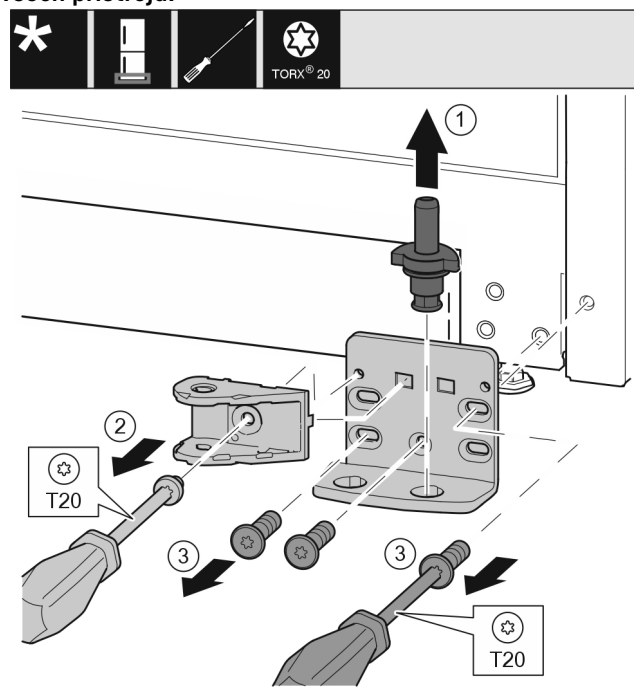

Fig. 34 *
- Ložiskový čep celý vytáhněte nahoru. Fig. 34 (1)*
- Šroubovákem T20 vyšroubujte šroub a odeberte spojení tlumiče zavírání. Fig. 34 (2)
- Šroubovákem T20 vyšroubujte šrouby a odeberte stojan ložiska. Fig. 34 (3)*